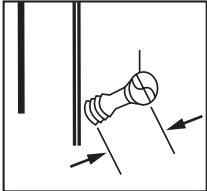

FIGURE 4
4. Perfore los orificios. Usando los tornillos tirafondo de seguridad de una vía, sujete la puerta a la casa. Ajuste los tornillos tirafondo sólo hasta la mitad, esta vez, en caso de que luego se requiera volver a colocar la puerta (Fig. 4).